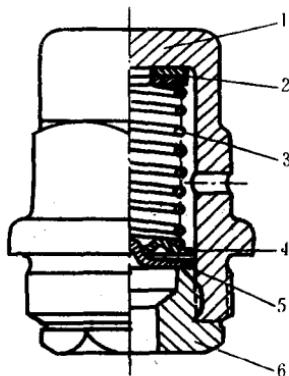

图9 泄风阀组装
(2) 泄风阀(图9)是空气阀上的附属阀。它由阀盒、调整垫圈、阀弹簧、弹簧座、阀、阀座等组成。它的作用是当低压空气筒内的压缩空气压力超过2.8~3.2公斤/厘米²时，阀被顶开，过量的空气由排风口排出，待压强降至2.8~3.2公斤/厘米²以下时，弹簧以其弹力把阀压回阀座，因此，